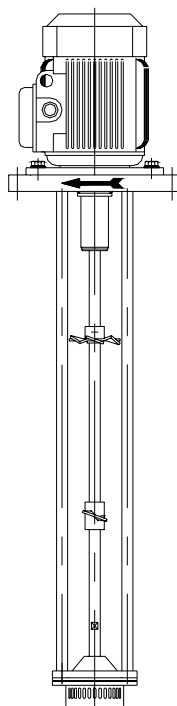

Figure 5.1
3. Vérifier que le sens de rotation de la turbine est correct (sens de rotation horaire vu du côté de l'actionnement). Voir figure 5.1.